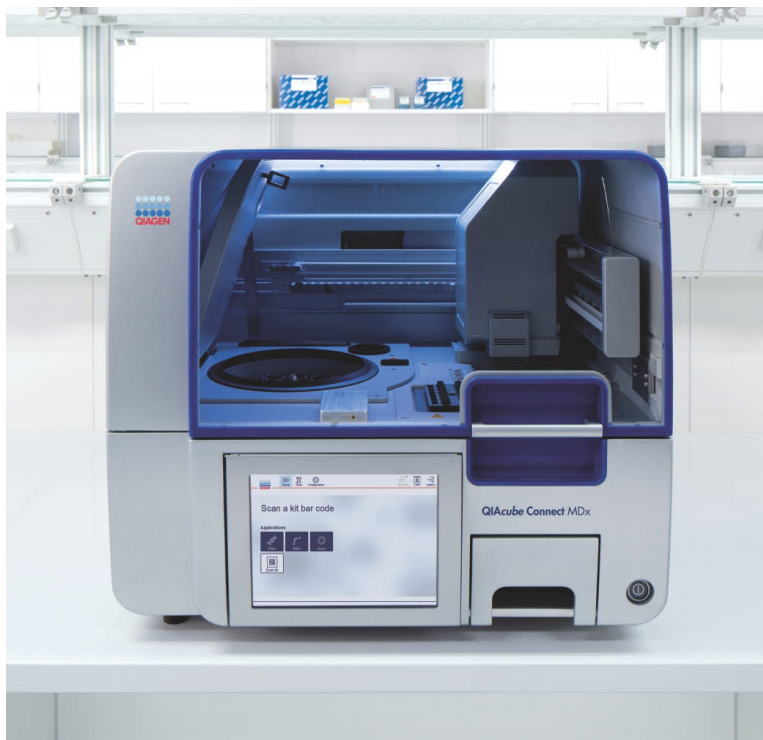

图 1. QIAcube Connect MDx。
- 离心程序，需要使用离心机，或者可以在 QIAcube® Connect MDx (图 1) 上实现自动化操作；以及